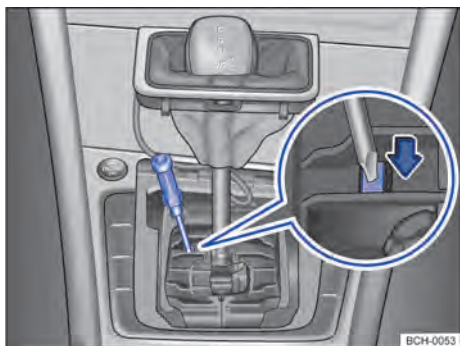

Fig. 95 Desmontar la cubierta de la palanca selectora y desbloquear el bloqueo de la palanca selectora de emergencia.
- Con ayuda de un destornillador presionar cuidadosamente la palanca de desbloqueo en la dirección de la flecha y mantenerla en esa posición → fig. 95.